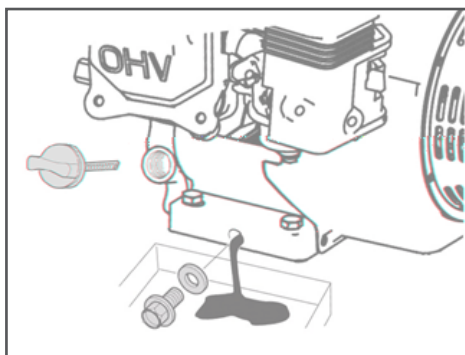

Рис. 14 Замена моторного масла
3. Очистите от загрязнений зону вокруг маслосливной горловины. Извлеките щуп из маслосливной горловины и протрите его чистой ветошью (Рис. 14).
4. Выкрутите болт отверстия для слива масла и слейте отработанное масло в подготовленную для этого емкость (Рис. 14).